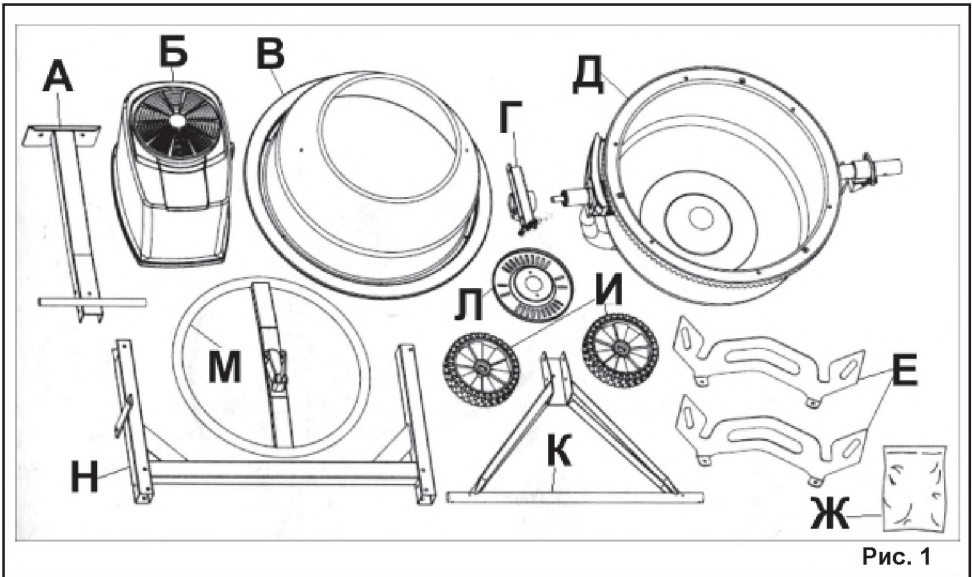

Рис. 1
3.1. В комплект поставки бетономесителя входит (Рис. 1):